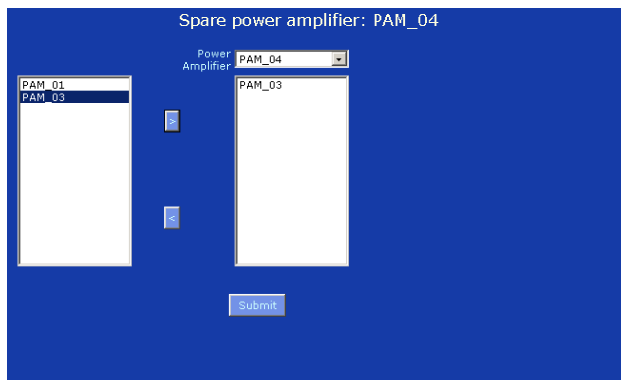

figura 34.17: Elementi ausiliari, passaggio 3
- 3 Selezionare l'amplificatore principale che deve essere assegnato all'amplificatore ausiliario dalla casella a sinistra (vedere figura 34.17).